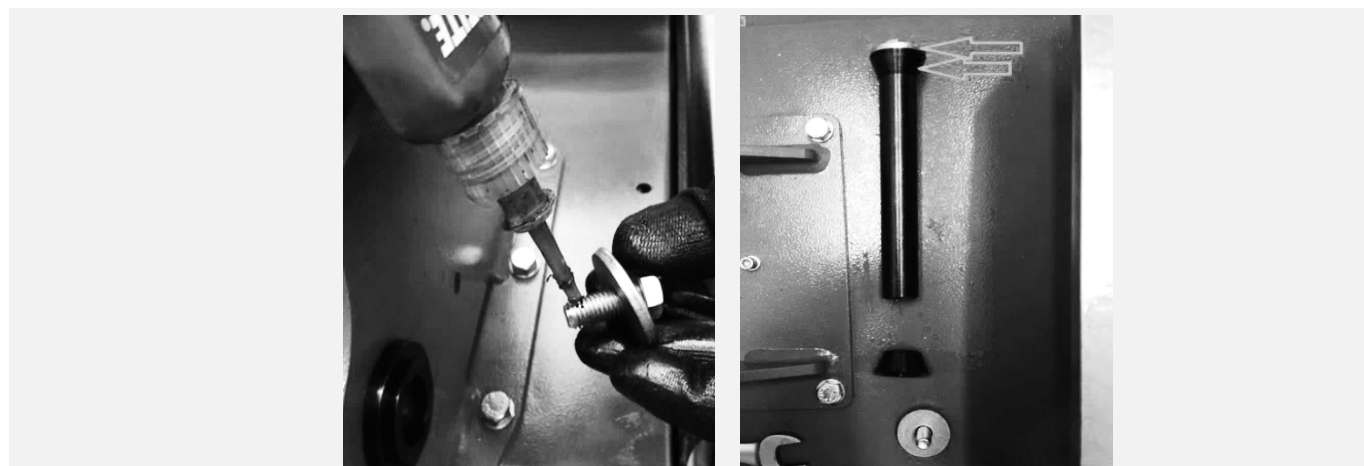

Рисунок 7
5.4.3 Подготовить ось колонны к установке. Для этого установить с одной стороны оси болт, плоскую шайбу и конусную шайбу. (см. Рисунок 7).